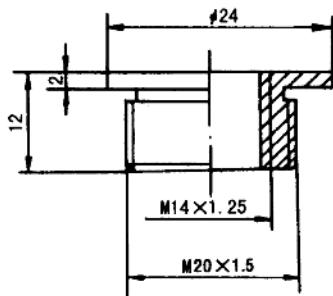

图 1-4 火花塞螺纹孔镶套
(3)火花塞螺纹孔的修理方法:用铜棒制作一个有内外螺纹的铜套,其尺寸规格如图1-4所示。镶套前,应将气缸盖上的原螺纹孔加大到M20×1.5;然后找一个火花塞,在火花塞的螺纹部分涂抹润滑脂,拧入制好的螺纹套中,并在螺纹套外螺纹表面涂抹少许铅油;最后将螺纹套拧入气缸盖螺纹孔中并拧紧,退出火花塞,在螺纹套下端用冲子冲大,以防止螺纹套松动。